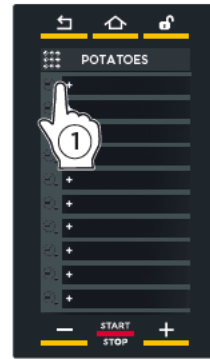
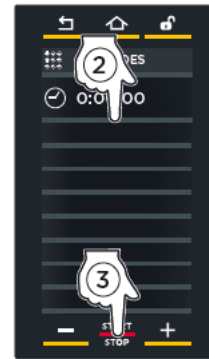

Abb. M8
Abb. M9
- ① Berühren Sie das Symbol „+“ auf dem Bildschirm (Abb. M8).
- ② Ziehen Sie den Cursor oder betätigen Sie die Tasten **-** **+** zum Einstellen des gewünschten Wertes;
- ③ Bestätigen Sie durch Drücken der Taste „START/STOP“ (Abb. M9).